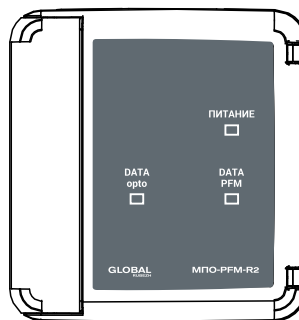

Рисунок 1
5.1 Модуль конструктивно выполнен в пластмассовом корпусе. Корпус состоит из двух частей – основания и крышки. Крышка (рисунок 1) имеет окна для индикаторов, расположенных на плате. Крышка откидная, фиксируется на основании с помощью двух замков.